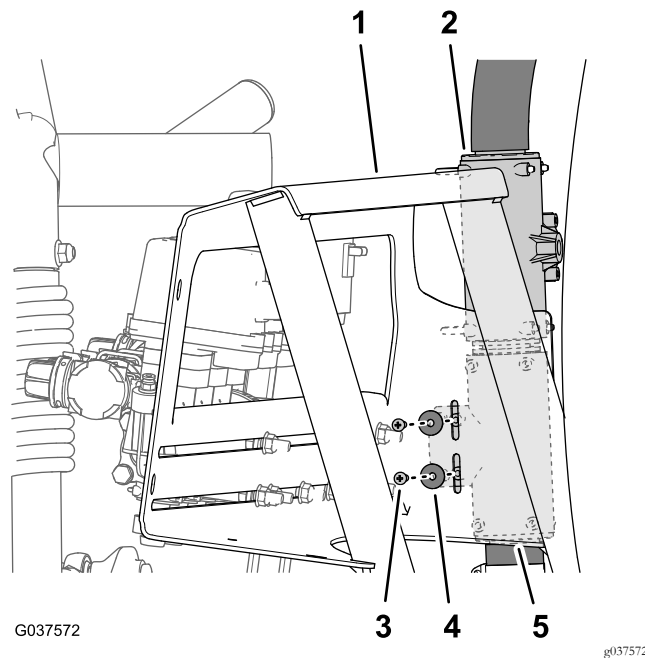

Рисунок 44
1. Отверните два винта с крестообразным шлицем (№ 10 x 5/8 дюйма) и 2 шайбы (№ 10), которые крепят тройник к креплению клапана (Рисунок 44).